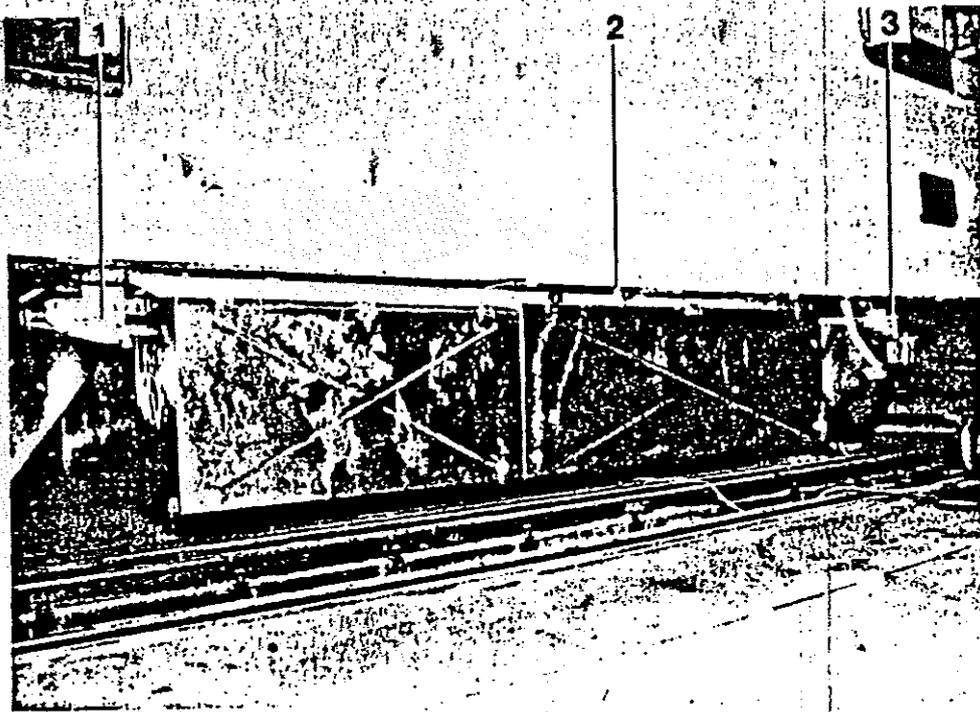

Figura 6 Grifo y válvulas de purga en el centro del bastidor BA de la locomotora
- Válvulas automáticas de purga (Figura 6/1 y 6/3)
- Grifo de purga (Figura 6/2)